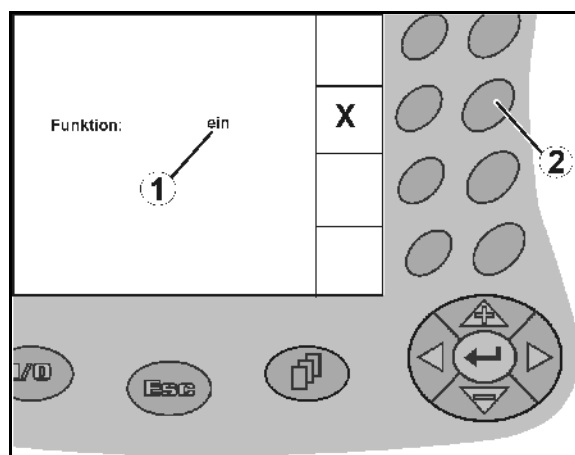

Bild 15
- Tryck en gång på funktionsknappen (Bild 15/2)
- Funktionen **på** (Bild 15/1).